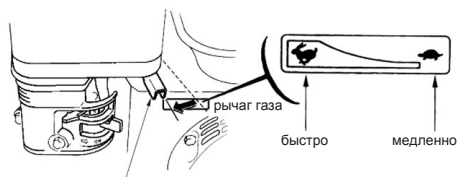

Рис.32
- Отодвиньте рычаг газа на 1/3 влево к положению быстро (Рис.32).